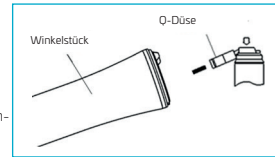

Fig. 15
- Stecken Sie die Düse in das Ende des Winkelstücks. Legen Sie ein Tuch auf das Kopfteil des Winkelstücks und sprühen Sie 2-3 Sekunden lang. Überprüfen Sie, ob das Gewebe sauber ist. Wenn es sauber ist, kann das Winkelstück autoklaviert werden. Wenn nicht, sprühen Sie erneut, bis das Tuch sauber ist. (Abbildung 15)